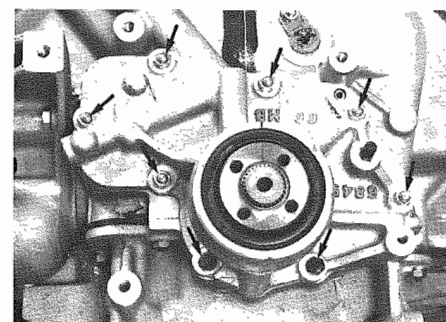

Fig. 68 - Dadi e viti di fissaggio
- Allentare i dadi e le viti di **Fig. 68** ed estrarre il coperchio anteriore; rimuovere la guarnizione piana ed i due anellini di tenuta sul condotto olio.
- Loosen nuts and screws of **Fig. 68** and remove front cover; remove plane gasket and the two small seal rings on oil pipe.